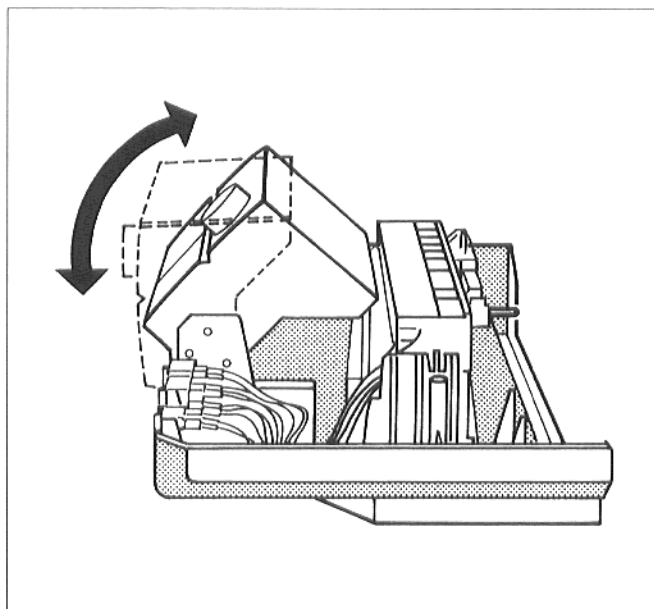

Fig. 17
- Inclinare il visore nella posizione desiderata. In caso di combinazione con bollitori della serie L, è consigliabile orientare il visore verticalmente (fig. 17).